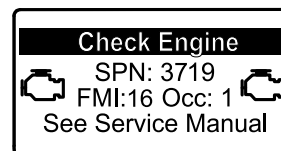

Figura 45
- Se è necessaria una rigenerazione parcheggiata, viene visualizzata un'avvertenza motore nell'InfoCenter SPN 3719, FMI 16 (Figura 45) e il computer riduce la potenza del motore all'85%.